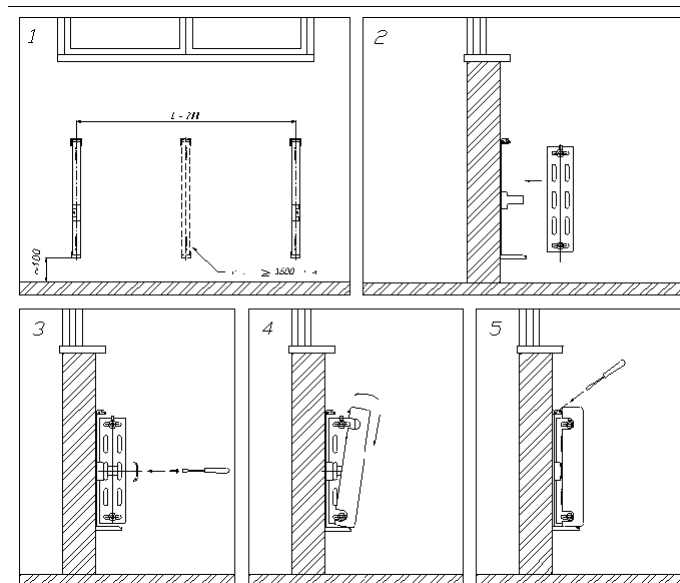

Рис. 3
- 5.2. Разметить места установки кронштейнов (см. рис.3). При этом следует учесть, что для оптимальной теплоотдачи расстояние между конвектором и полом, должно быть 100-120 мм, а между конвектором и подоконником не менее 100 мм. При выполнении этой операции рекомендуется использовать упаковочную коробку, положив ее плашмя на пол. Расстояние между осями кронштейнов должно быть на 200 мм меньше длины конвектора. Если длина конвектора более или равна 1,6 м, то он комплектуется третьим кронштейном, который устанавливается посередине.